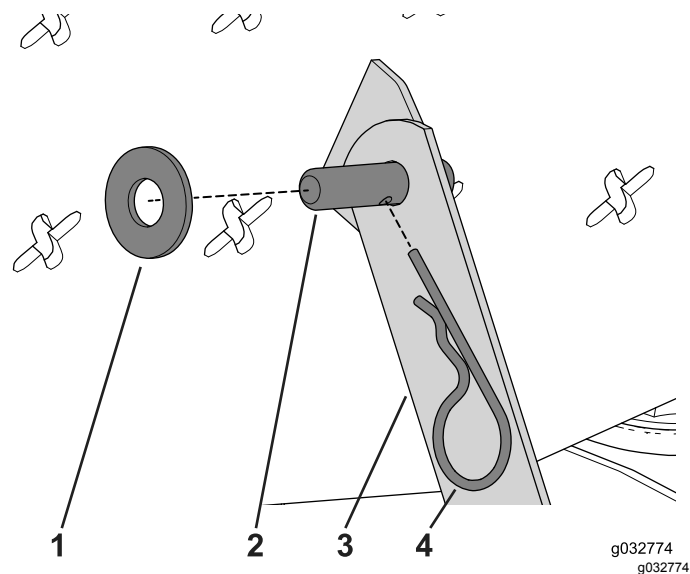

Figura 127
- Utilice la arandela y la chaveta para fijar el brazo de elevación a la plataforma del operador (Figura 127).